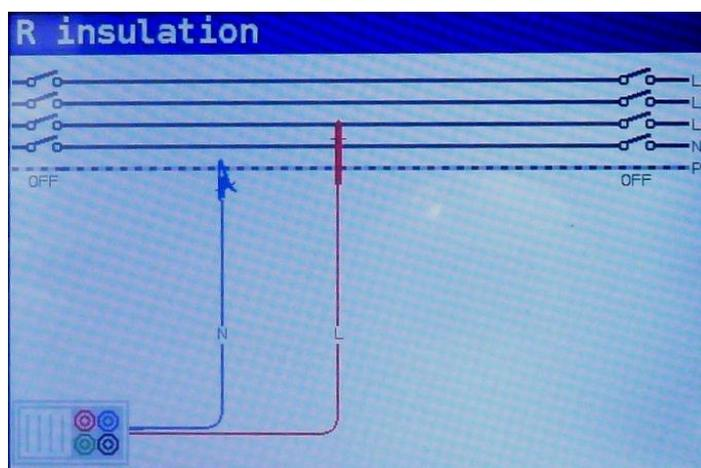

Figura 5-2: Conexión del cable de prueba universal
**Paso 3** Asegúrese de que no hay tensiones presentes en el elemento a comprobar. Conecte los cables de prueba al instrumento PCE-ITE 55 SERIES. Conecte los cables de prueba al elemento bajo prueba. (véase la figura 5.2) para realizar la medición de la resistencia de aislamiento.